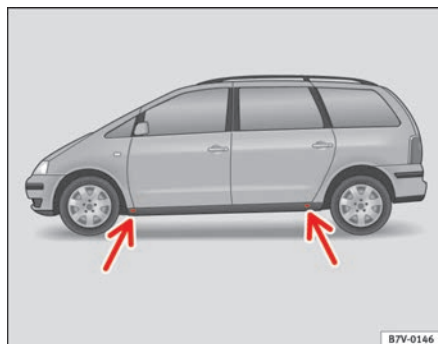

Fig. 159 Puntos de apoyo del gato
1. Busque el punto de apoyo ⇒ **fig. 159** (flecha) para el gato ⇒  que se encuentre más próximo a la rueda que quiere cambiar.
El gato sólo se debe colocar en los alojamientos indicados ⇒ **fig. 159**. El alojamiento delantero se encuentra a unos 11 cm del casco pasarruedas; el trasero, a unos 14 cm. Unas muescas en los estribos indican la ubicación del alojamiento en los bajos del vehículo.